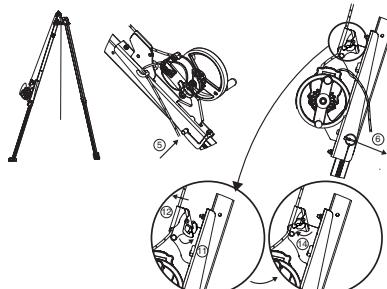

Fig. 9
**VIGTIGT:** Vær opmærksom på monteringsretningen: faldets blokeringsanordning skal være vendt opad på tracpodetrefoden (Fig.9).
5. Installer fortøjningsbolten på konsollen til derope™ UP R apparatet. Denne fortøjningsbolt har to funktioner: fastlåsning af benet på tracpodetrefoden og fortøjning af konsollen til derope™ UP R apparatet på dette ben (Fig.9, 5).
6. Fastlås fortøjningsbolten med stiftens med låsering (Fig.9, 6).
11. Åbn konsollens faldbremse (Fig.9, 11).
12. Før faldet, der kommer ud af derope™ apparatet ind i konsollens faldbremse (Fig.9, 12).
14. Luk faldbremsen (Fig.9, 14).